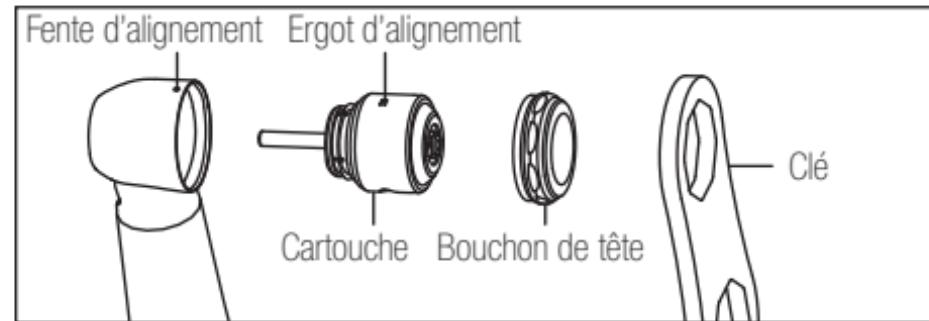

Fig. 9
- 5) Alignez l'ergot d'alignement et insérez la cartouche. (Fig. 9)
- 6) Tournez la clé dans le sens horaire et montez le bouchon de tête. (Fig. 9)